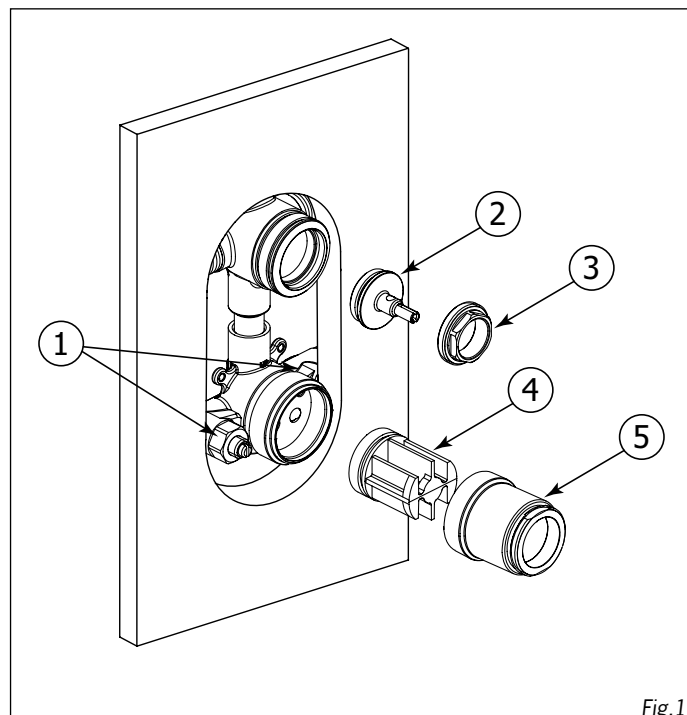

Fig.1
First, shut off the 2 check-valves (1), afterwards, unscrew the cartridge holder (5), the large nut (3) and remove the protective plugs (2 & 4) (see Fig.1) .
Premièrement, fermer les 2 valves d'arrêts (1), dévisser ensuite le manchon de valve (5), l'écrou (3) et retirer le capuchon protecteur (2 & 4) (Voir Fig.1).